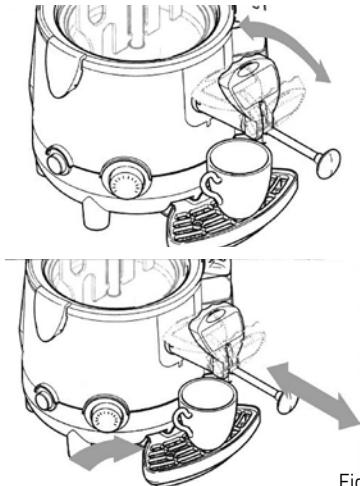

Fig. 1
- Wenn die heiße Schokolade zu langsam vergossen wird, dann wird eine maximales Ausschwenken des Hebels empfohlen; um die Rückstände im Spender zu beseitigen, muss man mehrfach am Hebel ziehen und ihn zu sich bzw. von sich weg stoßen, ohne dass das Gerät ausgeschaltet wird (Siehe: Abb. 1).
**Hinweis! Verbrennungsgefahr!** Während des Funktionsbetriebes des Gerätes darf man weder die Abdeckung des Gefäßes (1) noch das Gefäß (2) berühren, da sie sehr heiß sind. Die Abdeckung des Gefäßes (1) muss man immer am Haltegriff anheben.